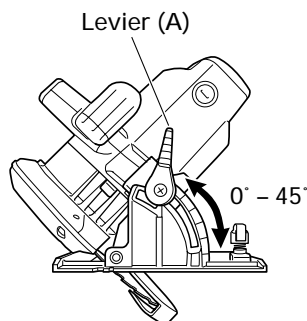

Fig. 11
Il est possible d'incliner la lame de 0° à un angle maximum de 55° par rapport au socle. Comme indiqué sur la Fig. 11, en desserrant le levier (A) de l'échelle d'angle de biseau, il est possible d'incliner la lame de scie à un angle de 45° par rapport au socle.